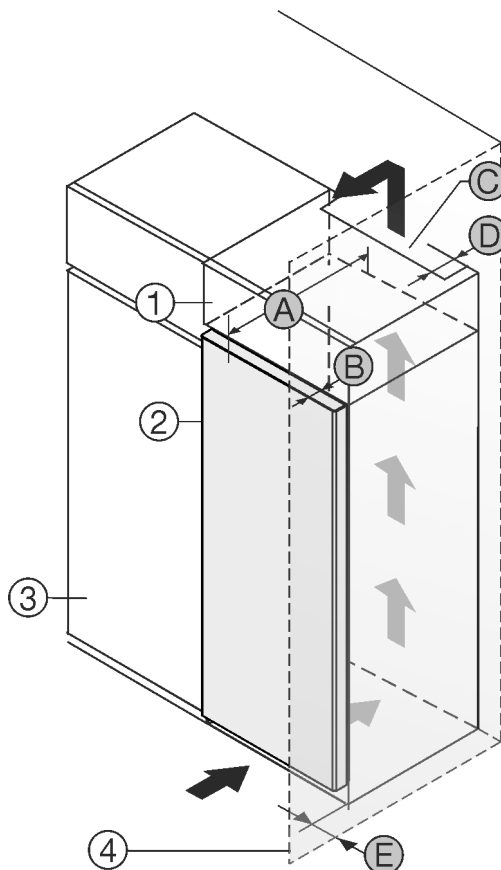

Fig. 1
Ви можете встановити пристрій безпосередньо поряд із кухонною шафою Fig. 1 (3).*
Зі зворотного боку шафи для встановлення на пристрій слід передбачити вентиляційну шафу завглибшки Fig. 1 (D) на всю ширину цієї шафи.*
Слід дотримуватись вентиляційного отвору Fig. 1 (C) в стелі приміщення.*
Якщо пристрій із шарнірами встановлюється поряд зі стіною Fig. 1 (4), відстань між пристроєм і стіною повинна бути не менше 13 мм.*
Щоб мати можливість повністю відкривати дверцята, потрібно, щоб пристрій виступав на відстань глибини дверцят Fig. 1 (B) відносно передньої панелі кухонної шафи. Залежно від глибини кухонних шаф Fig. 1 (3) та використання пристінних розпірок пристрій може ще більше виступати вперед.*